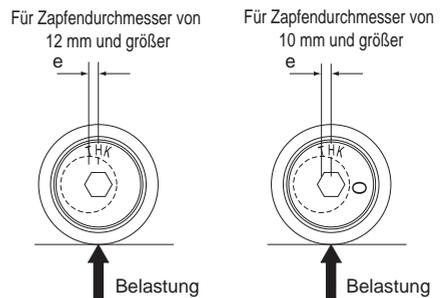

Abb. 2 Position relativ zur Richtung der Exzentrizität
- (1) Setzen Sie den Zapfen in die Aufnahme und ziehen Sie die Mutter leicht an, bis sie sich zu drehen beginnt. Positionieren Sie dabei das THK-Logo bezüglich der Belastungsrichtung wie in Abb. 2 dargestellt.
- (2) Verwenden Sie den Innensechskant im Zapfenkopf, um den Zapfen zu drehen und das Spiel zwischen Bolzen und Kontaktfläche einzustellen.
- (3) Nach dem Einstellen des Spiels halten Sie den Zapfen verdrehsicher fest, und ziehen Sie die Mutter fest. Stellen Sie unbedingt sicher, dass das maximal zulässige Anzugsdrehmoment (siehe **A19-16** auf Tab. 1) nicht überschritten wird.